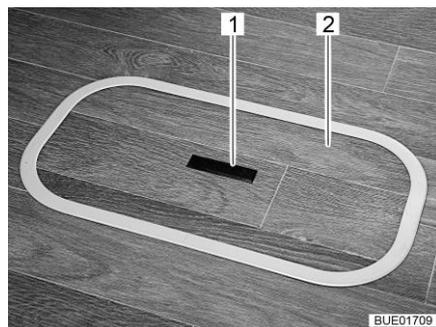
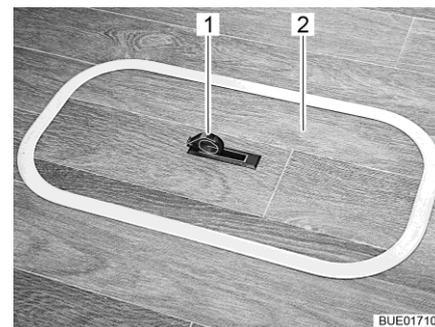

Bild 63 Abdeckung Bodenfach (Griff versenkt)
Bild 64 Abdeckung Bodenfach (Griff herausgeschwenkt)
- Auf einer Seite die Griffplatte (Bild 63,1) nach unten drücken. Der Griff (Bild 64,1) schwenkt nach oben.
- Die Abdeckung (Bild 63,2 bzw. Bild 64,2) nach oben abnehmen.